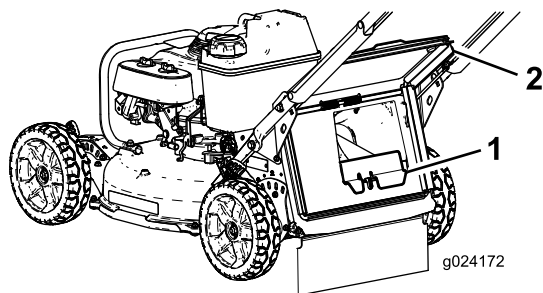

Figura 20
- Si el tapón de descarga trasera no está instalado, sujételo por el asa, eleve la puerta trasera e introdúzcalo en el conducto de descarga trasera hasta que el enganche encaje en su sitio (Figura 20).
1. Puerta trasera 3. Muesca (2)
2. Extremo de la varilla de la bolsa (2)
3. Retire el tapón de descarga trasera presionando el enganche hacia dentro con el dedo pulgar y extrayendo el tapón de la máquina (Figura 20).